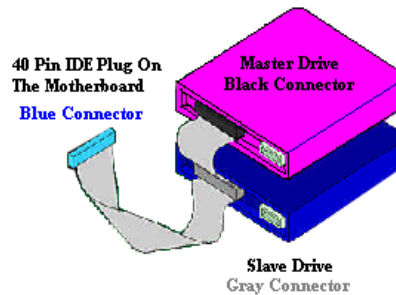

Figure 2-12. Comment connectez la nappe Ultra ATA/66 sur votre carte mère
- Insérez le connecteur **NOIR** dans le connecteur de votre disque Maître. Insérez le connecteur **GRIS** dans le connecteur de votre périphérique Esclave (deuxième disque dur, CD-ROM, etc....). Référez-vous à la figure 2-12.